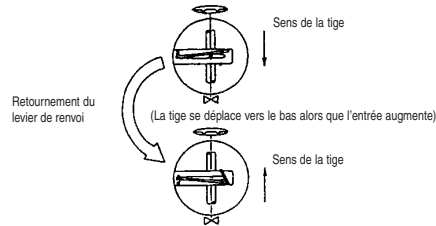

Fig.5 Utilisation de la position pour le levier de renvoi
- (1) Fixation à la position où la tige et le levier forment un **angle droit** lorsque le signal d'entrée est de 50% (distribution régulière avec un signal d'entrée de 50% réglé en tant que référence).
- (2) Fixation à la position de l'angle de déroulement est compris dans la **plage de 10° à 30°**.
- (3) Pour déplacer la tige vers le bas au moment où le courant d'entrée augmente (action normale), fixez-la dans la position où le ressort de serrage atteint le côté supérieur du métal de connexion, comme indiqué dans la fig 5. Pour déplacer la tige vers le haut (action inverse), retournez le levier de renvoi et fixez-le dans la position où le ressort de serrage atteint le côté inférieur du métal de connexion.